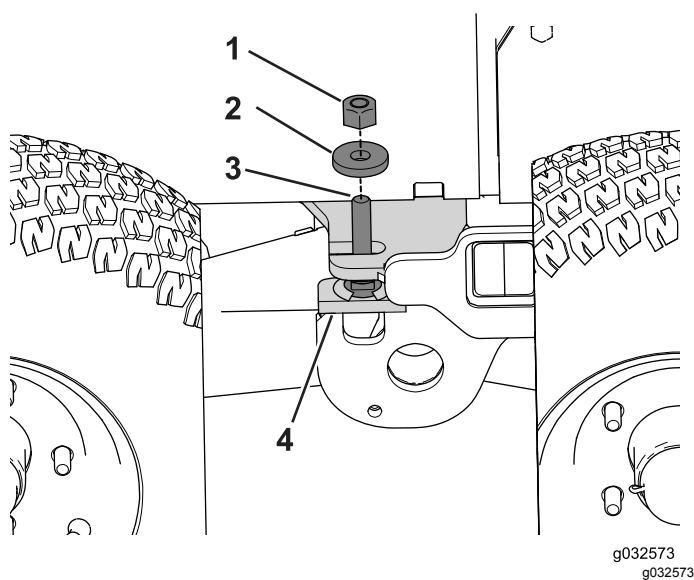

Figura 91
10. Instale la contratuerca y la arandela en la varilla roscada del tope del bogie (Figura 91).